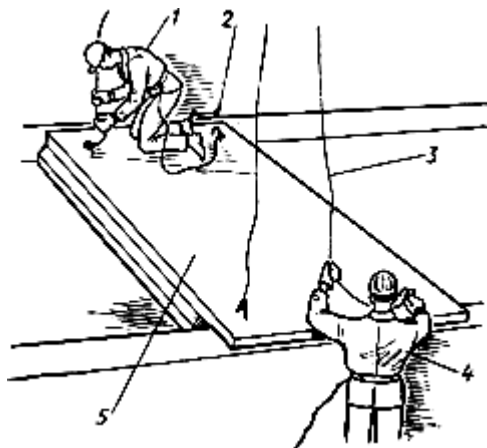

Рис.6. Схема расстроповки лестничной площадки
12. Рабочий, выполняющий монтажные работы, старший в звене дает сигнал машинисту крана ослабить стропы 3(рис.6).